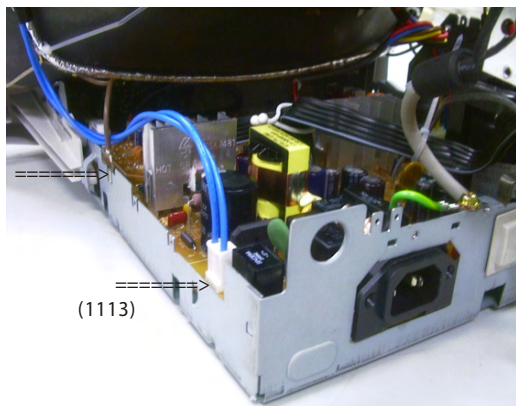

Fig. 6
- Desconecte a bobina desmagnetizadora (1113) do painel principal como mostrado na fig. 6.